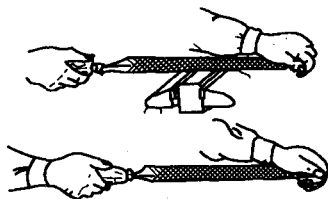

图 1-5 大型锉刀握持法
① 大方锉与大平锉的握持法。用右手握住锉刀柄, 使拇指在柄上指向前方, 其余四指卷于柄下, 左手横握锉尖, 拇指在上, 其余四指弯卷于尖端下面, 见图 1-5。